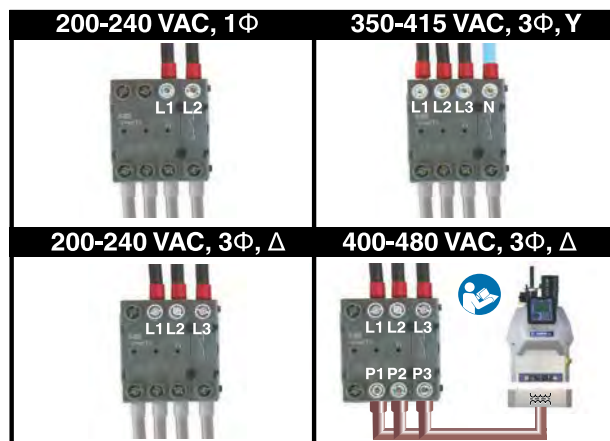

FIG. 14
7. Anslut strömkablar enligt FIG. 14. Alla modeller använder inte alla fyra ledningarna.